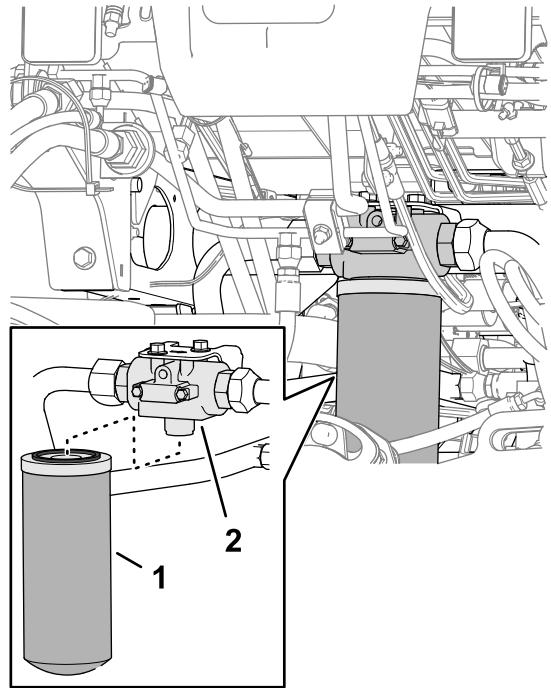

Figure 114
2. Placez un bac de vidange sous le filtre de retour, à l'avant de la machine (Figure 114).